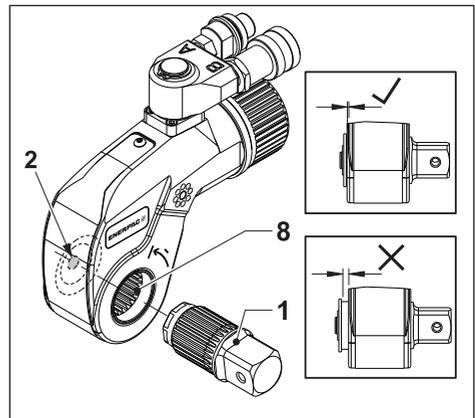

Fig. 3
3.2.1 Montar el eje de accionamiento (Fig. 3)
- Introduzca el eje de accionamiento (1) en la matraca (8).
- Pulse y mantenga pulsado el botón de desbloqueo (2).
- Empuje y gire el eje de accionamiento (1) hasta que encaje en su posición. Entonces, suelte el botón de desbloqueo (2).
3.2.2 Desmontar el eje de accionamiento (Fig. 3)
- Tire del eje de accionamiento (1) hasta que se suelte del mecanismo de bloqueo.
- Retire el eje de accionamiento (1) completamente de la matraca (8).
3.3 Seleccionar la dirección de accionamiento (Fig. 3)